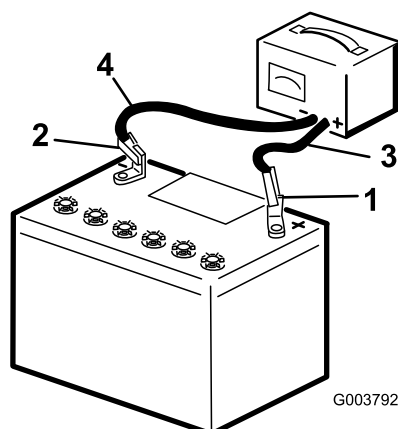

Figure 70
4. Connectez le câble positif du chargeur de batterie à la borne positive de la batterie (Figure 70).
5. Branchez le câble négatif du chargeur de batterie à la borne négative de la batterie (Figure 70).
7. Quand la batterie est chargée au maximum, débranchez le chargeur de la source électrique, puis débranchez les fils du chargeur des bornes de la batterie (Figure 70).